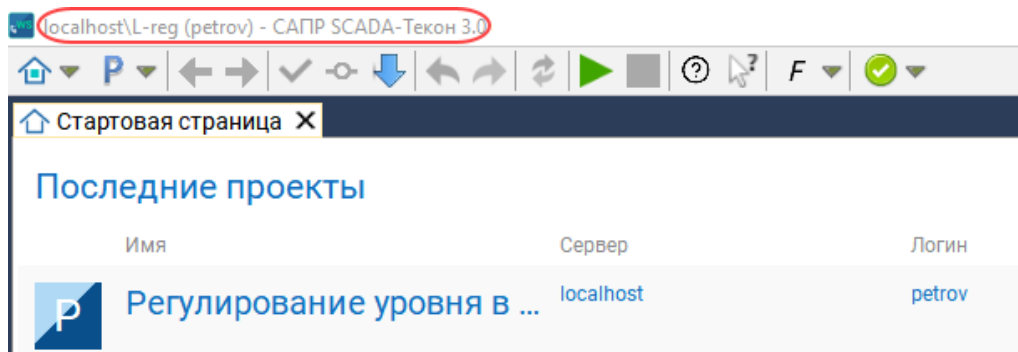

Рисунок 14 - Заголовок окна с именем открытого проекта
- при успешном открытии проекта в заголовке окна отображается сетевое имя (или IP адрес сервера проектов) и имя открытого проекта (рисунок 14). Содержимое проекта становится доступным для редактирования.